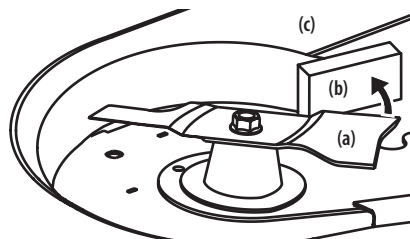

Figura 40
3. Envuelva un extremo de la cuchilla (a) con un paño y sujétela para evitar que gire, o inmovilice la cuchilla (a) colocando un bloque de madera (b) entre la cuchilla (a) y el alojamiento de la plataforma (c). Consulte la Figura 40.